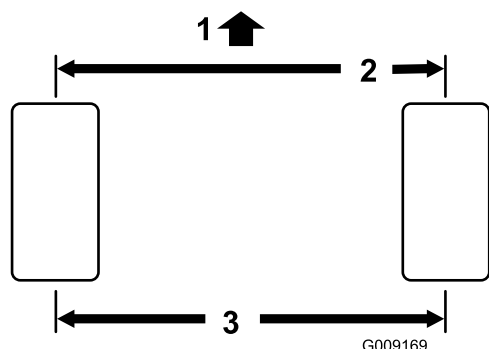

**Figure 47**
1. Mesurez l'entraxe (à hauteur d'essieu) à l'avant et à l'arrière des roues directrices. Le pincement à l'avant doit être inférieur de 3 mm au pincement à l'arrière (Figure 47).